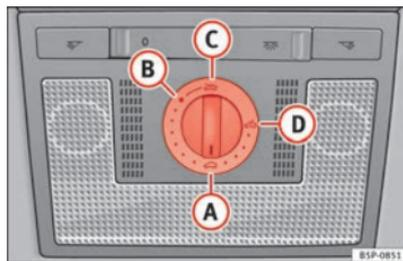

Fig. 66 Détail du ciel de pavillon : commande rotative du toit ouvrant coulissant/relevable.
- Tournez la commande rotative en position **A** ⇒ fig. 66 ⇒ ⚠.